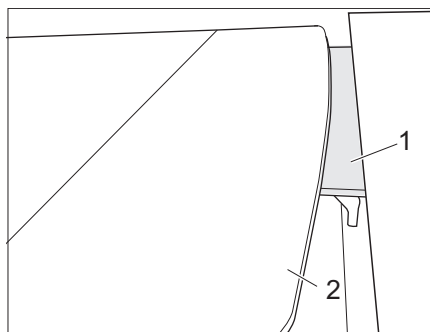
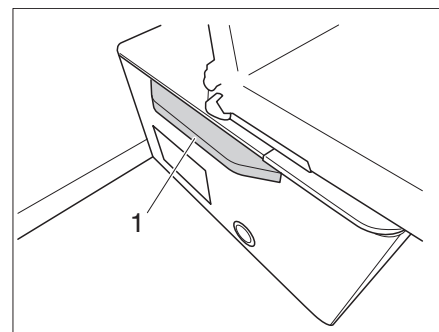

Bild 121 Tisch absenken auf Abstützkante
Bild 122 Tisch absenken auf Verbreiterung
- Tischplatte (Bild 121,2) nach unten auf die Abstützkante (Bild 121,1) schwenken oder auf der dafür vorgesehenen Verbreiterung (Bild 122,1) aufliegen lassen.